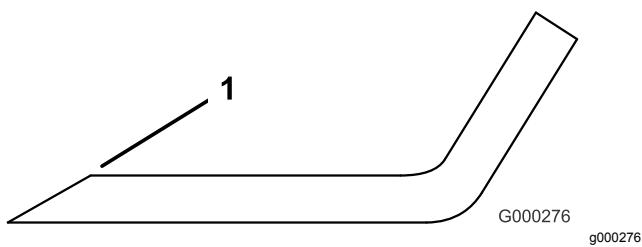

Figure 118
3. Examinez les tranchants de toutes les lames et aiguissez-les s'ils sont émoussés ou ébréchés (Figure 118).
**Remarque:** N'aiguissez que le haut du tranchant et conservez l'angle de coupe d'origine pour obtenir une coupe nette (Figure 118). Limez la même quantité de métal sur les deux tranchants pour ne pas déséquilibrer la lame.